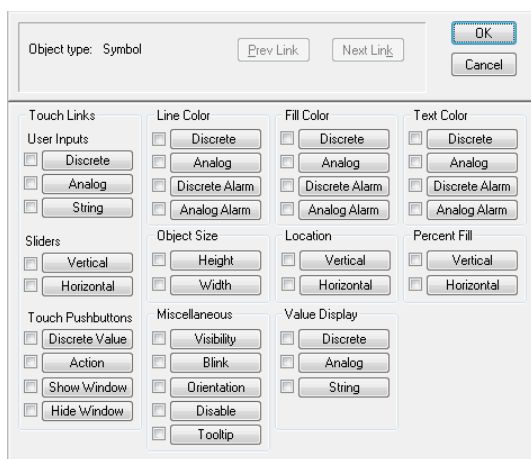

Рисунок 41
7 Для задания анимационных функций кнопки вентили **DiscTag1** дважды щелкните на ней левой клавишей мыши. На экране появится окно **Object type** (рисунок 41), в котором необходимо в категории **Touch Pushbutton** определить ее поведение как **Discrete Value**, т.е. как дискретное нажатие кнопки.
**17** Анимируйте движок регулятора, для этого в окне анимационные связи (рисунок 41) определите его как **Horizontal Slider** (горизонтальный движок), нажатием на соответствующую кнопку, представленную на рисунке 51.